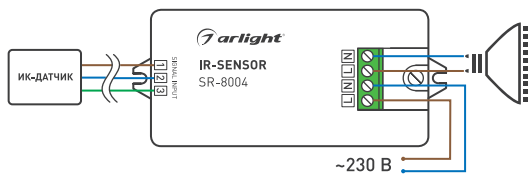
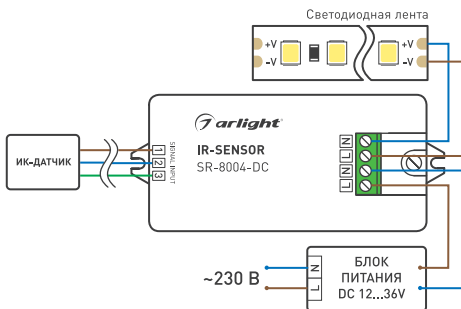

Рис. 1. Подключение датчика SR-8004.
Рис. 2. Подключение датчика SR-8004-DC.
3.5.1. Подключение датчика SR-8004 (Рис. 1):
- подключите обесточенные провода от сети ~230 В к входу «INPUT» блока управления, соблюдая расположение проводов «ноль» (N) и «фаза» (L).
3.5.2. Подключение датчика SR-8004-DC (Рис. 2):